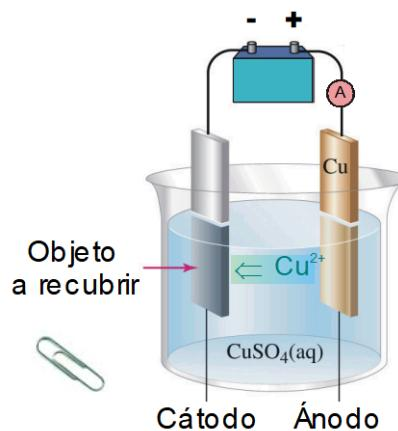

Figura 1
En esta práctica se realiza un sencillo experimento de electrodepositión de cobre. Se trata de construir una celda electrolítica con una fuente externa de alimentación eléctrica y de observar en ella la electrodepositión de una capa de cobre sobre un objeto de acero inoxidable, —como por ejemplo un *clip*— que actúa como cátodo de la celda. El electrolito es una disolución de sulfato de cobre(II) que aporta iones  $\text{Cu}^{2+}$ . Por último, el ánodo es una lámina de cobre metálico (ver figura 1).